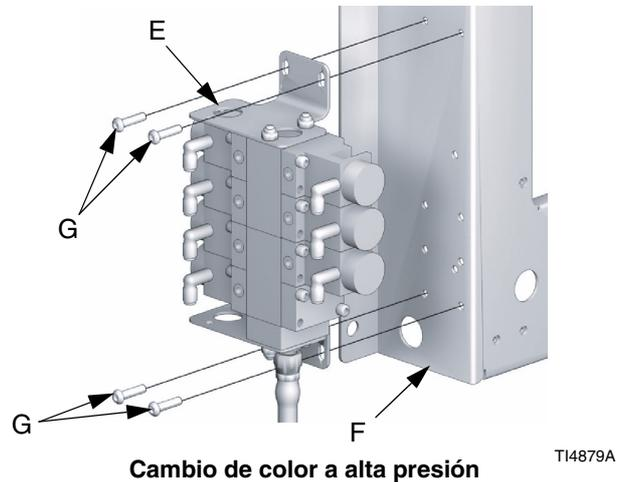
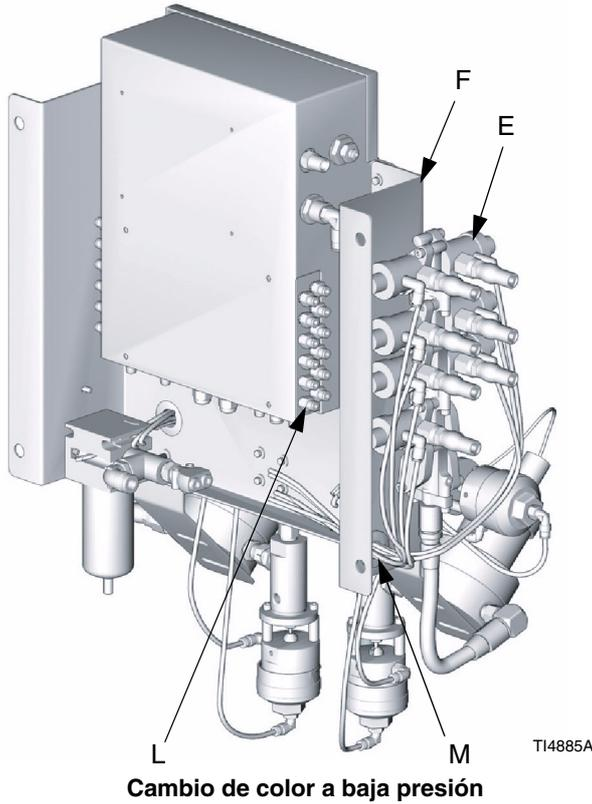

FIG. 3
FIG. 4
6. Utilice los tornillos (G) incluidos con el kit y los orificios para tornillos existentes para montar el conjunto del cambio de color (E) en el pared del panel de fluido (F). FIG. 3 or FIG. 4.
4. Conecte las líneas de aire entre las válvulas de cambio de color (E) y los orificios de la válvula solenoide (L), pasándolas a través del orificio (M). FIG. 4. Consulte el **Diagrama neumático**, página 6 y la etiqueta neumática del interior del panel de fluido.